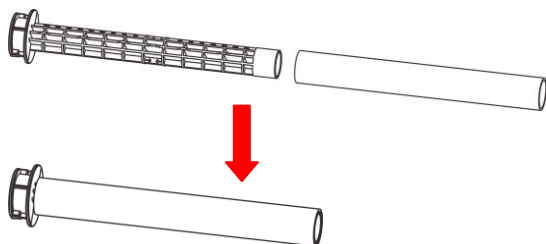

图 8-2
3. 将空卷芯套入回收端的碳带适配管中，作为碳带回收轴。(图 8-2)